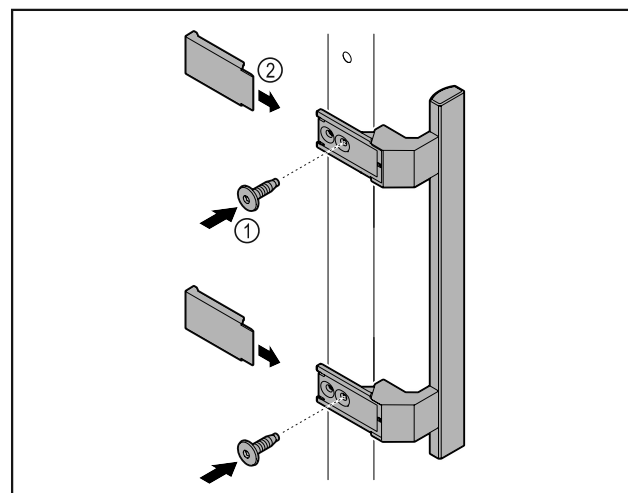

Fig. 7
- ▶ Meegeleverde greep met de meegeleverde schroeven Fig. 7 (1) op de deur aanbrengen.
- ▶ Afdekkapje Fig. 7 (2) plaatsen.